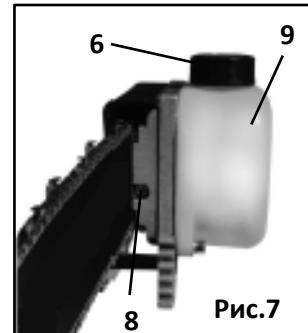

Рис.7
- приподнимите передний конец шины вверх, и, удерживая его, вращайте винт (Рис. 7 п. 8) натяжения цепи по часовой стрелке (для натяжения) или против часовой стрелки (для ослабления) для установки требуемого натяжения цепи;